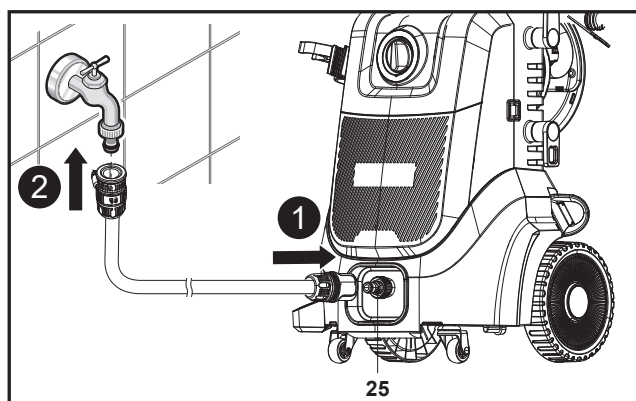

Fig. 10
2. Fixează furtunul de grădină la adaptorul (25) de pe racordul de admisie a apei (10) de pe aparat (Fig. 10, pasul 1). Utilizează întotdeauna un cuplaj standard pentru admisia de apă. Lungimea furtunului nu trebuie să depășească 8 m pentru o funcționare corectă.
3. Conectează celălalt capăt al furtunului de grădină la o sursă de apă (fig. 10, pasul 2).